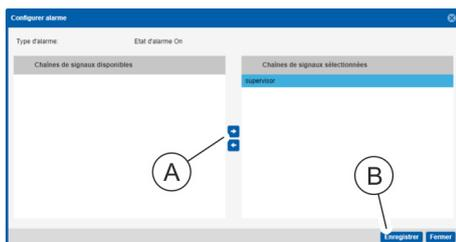

Fig. 129 : Fenêtre « Configurer alarme »
7. ➤ Sélectionner une chaîne de signaux dans la fenêtre « Configurer alarme » et la déplacer au moyen du bouton « → » (Fig. 129 /ⓐ) dans le champ « Chaînes de signaux sélectionnées » . Appuyer sur le bouton « Enregistrer » (Fig. 129 /Ⓢ) pour confirmer la sélection.